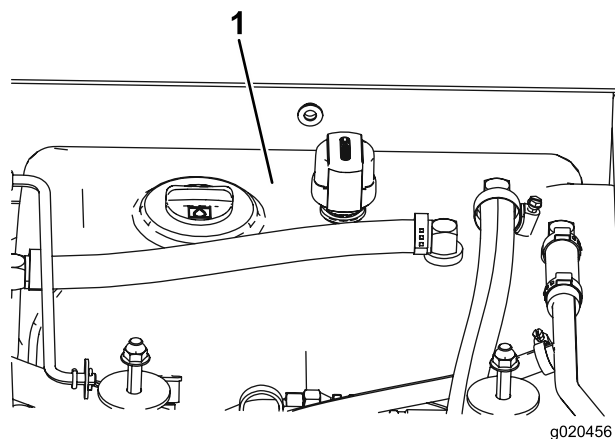

Figura 71
3. Llene el depósito (Figura 71) con aceite hidráulico; consulte Comprobación del aceite hidráulico \(página 28\).